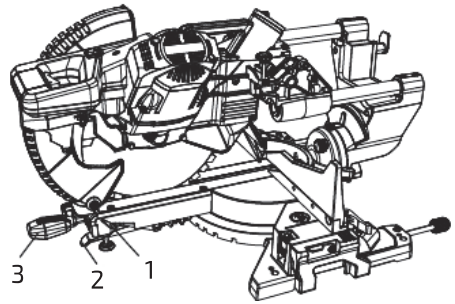

Рис. 38
1. Разблокировать поворотный стол, подняв рычаг блокировки кулачка (1) вверх (рис. 38).
2. Удерживая блокирующий рычаг (2) в верхнем положении, повернуть стол на требуемый угол вправо или влево с помощью рукоятки поворота (3).
3. Отпустить рычаг блокировки неподвижного упора (2) и зафиксировать рукоятку поворота под требуемым углом. Убедиться, что рычаг зафиксировался на месте. Рычаг возвращается на место, только если стол встает на один из девяти неподвижных упоров.
4. Когда необходимый угол для торцовочного пиления установлен, опустить рычаг блокировки кулачка (1) для фиксации поворотного стола.
5. Если нужный угол не входит в число девяти неподвижных упоров, указанных выше, стол можно зафиксировать под нужным углом, опустив рычаг блокировки кулачка (1).